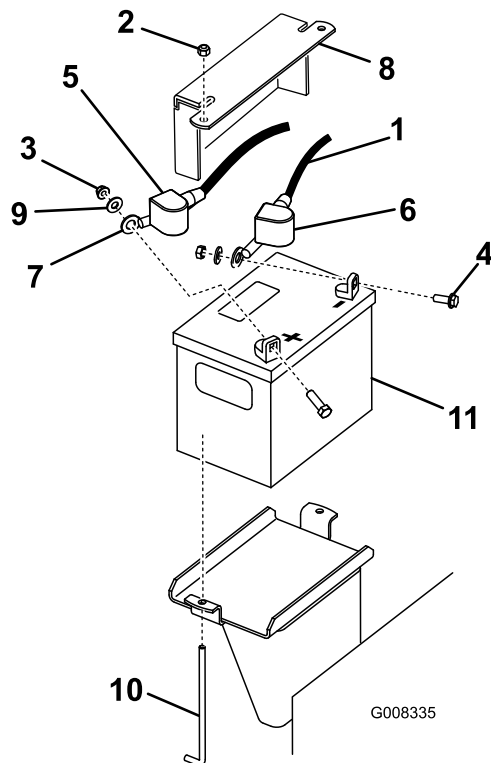

Figura 38
3. Levante la cubierta de goma negra del cable negativo. Desconecte el cable negativo del borne negativo (-) de la batería (Figura 38).
4. Retire el protector de borne rojo del borne positivo (+) de la batería y, a continuación, retire el cable positivo (rojo) (Figura 38).
5. Retire la pletina de sujeción, los pernos en J y las contratuercas que sujetan la batería (Figura 38) y retire esta última.
1. Usando las fijaciones que retiró anteriormente, conecte el cable positivo (rojo) al borne positivo (+) de la batería (Figura 38).
3. Usando las fijaciones que retiró anteriormente, conecte el cable negativo (negro) al borne negativo (-) de la batería (Figura 38).
4. Sujete la batería con la barra y las tuercas de orejeta (Figura 38).